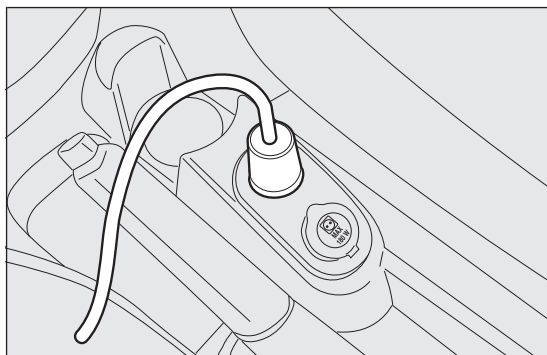
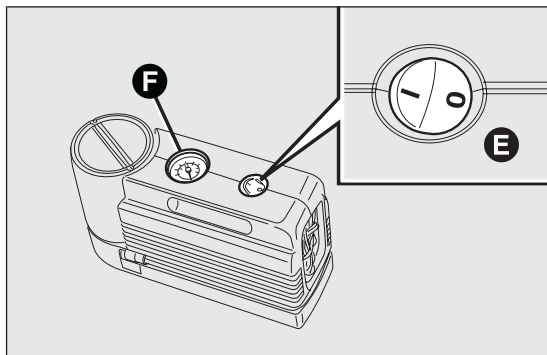

fig. 138
fig. 139
- asegurarse de que el interruptor E fig. 139 del compresor esté en posición 0 (apagado), poner en marcha el motor, conectar el enchufe D fig. 138 en la toma del encendedor y accionar el compresor colocando el interruptor E fig. 139 a la posición I (encendido). Inflar el neumático a la presión indicada en el apartado "Presiones de
inflado en frío", en el capítulo "Datos técnicos". Para obtener una lectura más precisa, se recomienda controlar el valor de la presión en el manómetro F fig. 139 con el compresor apagado;